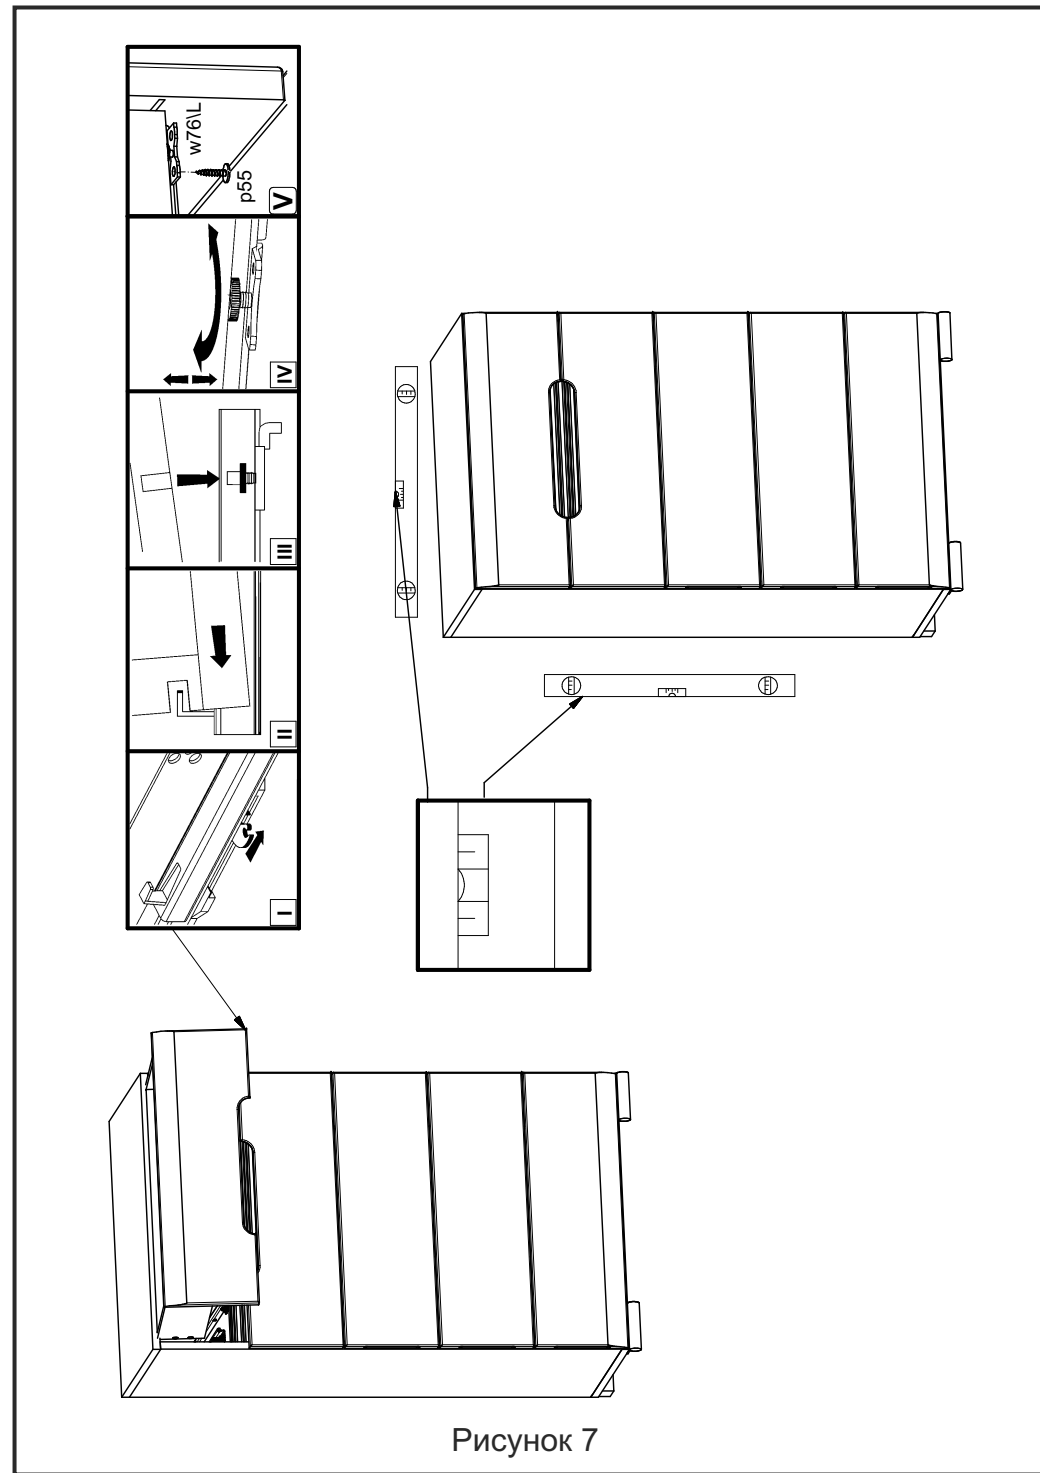

Рисунок 7
4.16 Установить ящики на направляющие w76L и w76IP (см. рис. 7).